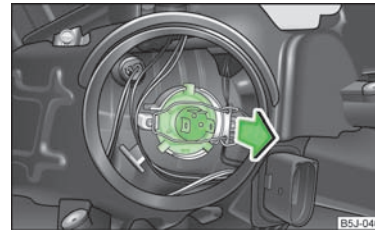

Abb. 144
- Den Stecker an der Glühlampe abziehen, den Sicherungsbügel entriegeln und die Glühlampe herausnehmen » Abb. 144.